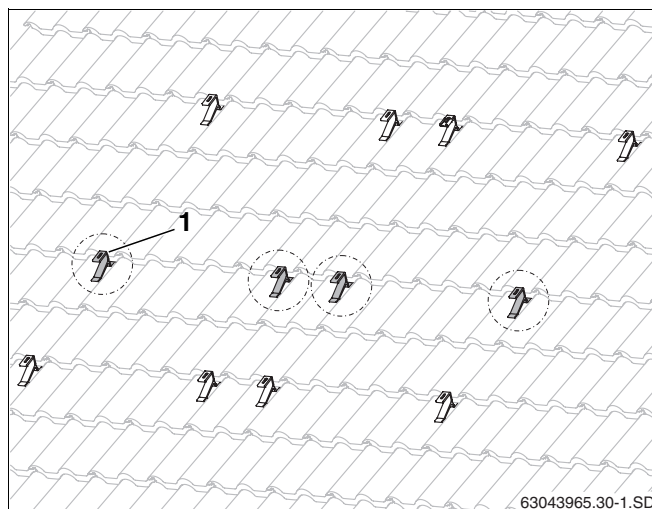

Fig. 28 Ganci da tetto aggiuntivi per il profilo di rinforzo per carichi nevosi (qui: per due collettori)
- Fissare i ganci da tetto aggiuntivi (fig. 28, **pos. 1**) in posizione quanto più centrale possibile tra i ganci da tetto superiori e inferiori già montati.